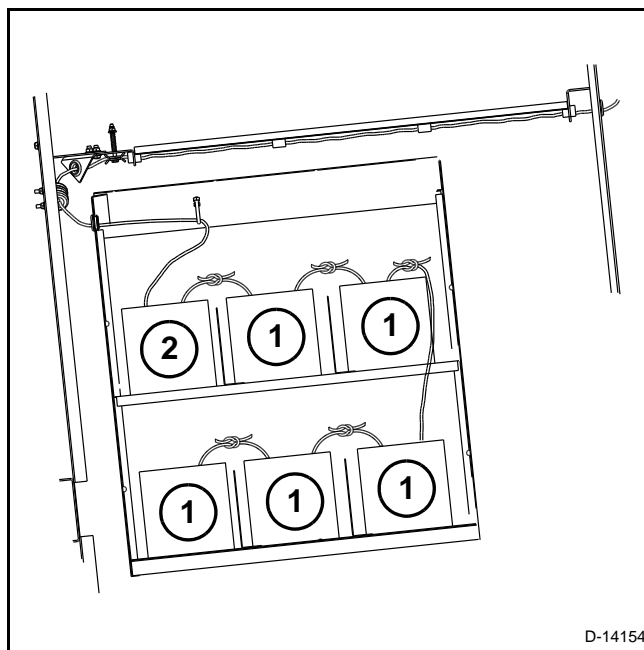

FIG. 44
FIG. 44: Coloque las madejas de cuerda restantes (1) en las cajas de cuerdas con el extremo abierto hacia arriba. Estos son los rollos de cuerda de reserva. Los rollos de reserva se amarran a cada rollo de alimentación en serie. En el adhesivo que se encuentra en el lado derecho de la caja de cuerdas, encontrará un diagrama que explica cómo anudar entre sí las madejas.